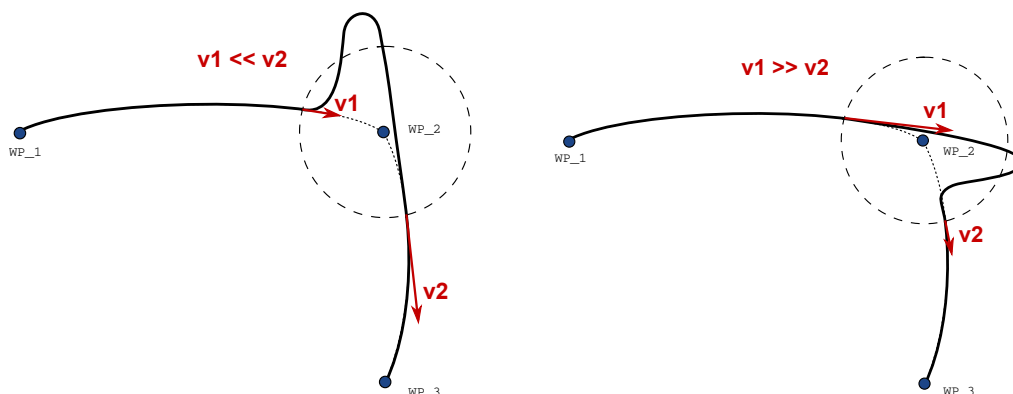

Figura 14.8: União de um espaço de articulação quando a velocidade inicial  $v_1$  é significativamente menor do que a velocidade final  $v_2$  ou o contrário.
As uniões de espaço de articulação simples (item 1), entretanto, podem se comportar de uma forma que é menos intuitiva, pois o robô tentará atingir uma trajetória a mais suave possível no espaço de articulação considerando os requisitos de velocidade e tempo. Por isso, elas podem se desviar do curso especificado pelo ponto de rota. Este é justamente o caso quando existem diferenças significativas na velocidade da articulação entre as duas trajetórias. *Cuidado:* se as velocidades são muito diferentes (por exemplo, ao especificar definições avançadas – quer de velocidade ou de tempo – para um determinado ponto de rota) isso pode resultar em grandes desvios da trajetória original como mostrado na figura 14.8. Se você precisar unir diferentes velocidades e não pode aceitar esse desvio, considere fazer a união no espaço cartesiano utilizando **Movimento L**.